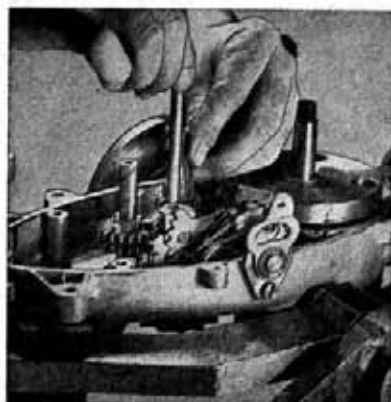
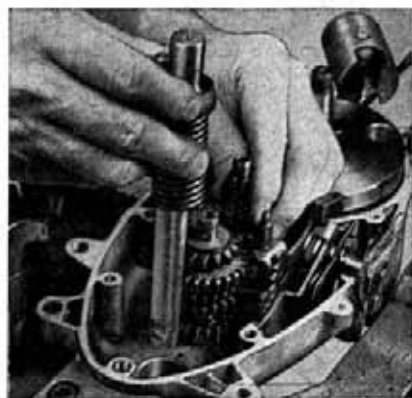

Рис. 44
Рис. 45
и зафиксировать их клином (17). В правую втулку вставить промежуточный вал (2) так, чтобы зубы шестерен третьей передачи взаимно зацепились. На промежуточный вал установить шестерню второй передачи 20 з. (14) так, чтобы три штифта были повернуты налево. В овальное отверстие автоматического устройства установить вилку переключения передач (5), которую необходимо засунуть в паз шестерни второй передачи. В вилку переключения надеть направляющую (6) рис. 44, так, чтобы ее суженный конец выходил налево. На вилку надеть шестерню первой передачи 18 з. (4) так, чтобы три штифта были повернуты направо. В отверстия с пазами в шестернях второй и третьей передач надеть главный вал (1). На промежуточный вал установить шестерню первой передачи 24 з. (рис. 45) вместе с шестерней стартера 14 з. Для ограничения правильного осевого зазора промежуточного вала на шестерню стартера установить также тонкую дистанционную шайбу (29). После установки передач в правую половину коробки следует проверить работу переключения отдельных передач.